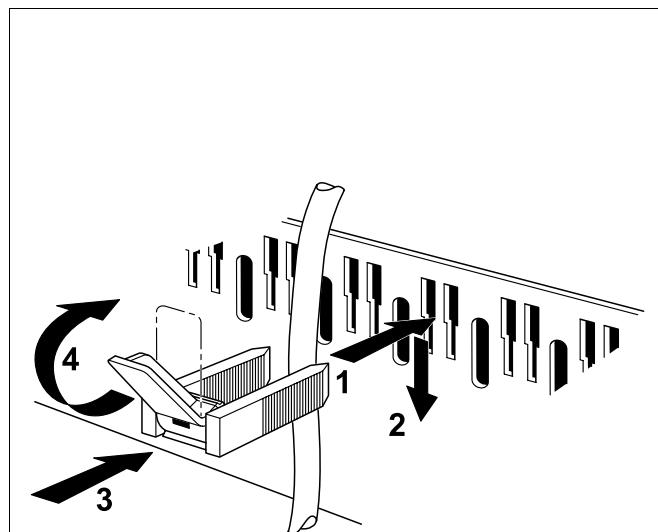

Рис. 18 Крепление провода хомутом
- Все провода закрепить хомутами (рис. 18):
- Вставить хомут с проводом сверху в щели рамки (рис. 18); пластиинка рычага должна быть при этом направлена вверх (рис. 18, шаг 1).
- Сдвинуть хомуты вниз (рис. 18, шаг 2).
- Нажать на хомут (рис. 18, шаг 3).
- Повернуть рычажок вверх (рис. 18, шаг 4).